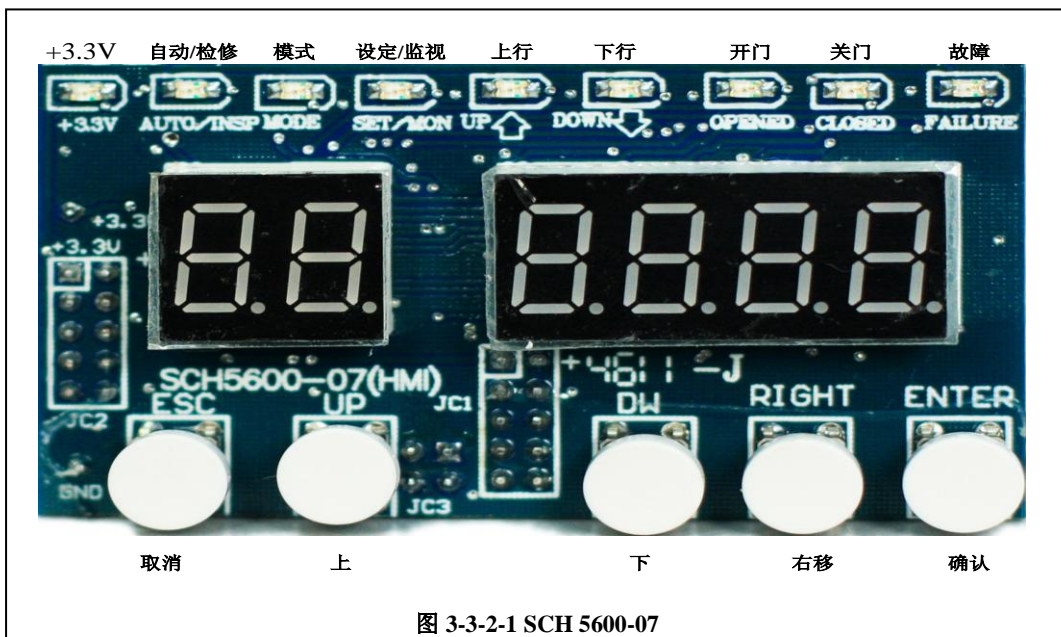

图 3-3-2-1 SCH 5600-07
- (1) 轿顶电脑板 SCH5600-03A 的 J9 为 CAN 总线通信接口，J7 为主操纵盘接口，J6 为附操纵盘接口；
- (2) 轿顶电脑板 SCH5600-03A 的 J7 和 J6 接口通过 232 通信线分别与 SCH5600-02A 的 J7 接口连接，作为主操纵盘（需断开跳线 S2）和附操纵盘（需短接跳线 S2）；
- (3) 轿厢电脑板 SCH5600-02A 自带 8 层内选指令，其 J9 接口级联轿厢扩展板 SCH5600-02B，每增加一块可增加八层指令，最多可扩展至 64 层控制，连接图如图 3-3-2 所示。